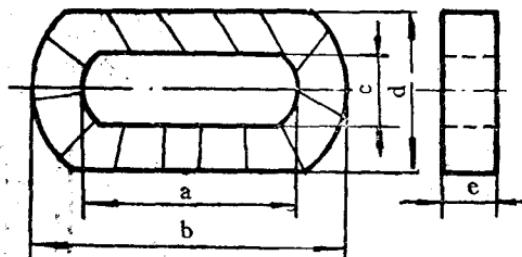

图 1—7
- ①对绕组的线径和匝数进行测量并做好记录。
- ②根据实际测量的导线，选择同样直径的导线在绕线机上进行绕制。绕制的匝数应同于测量的匝数，绕制要在自制的木型上进行。励磁绕组从机壳上拆下后，要对线包的长度 $b$ ，内孔长度 $a$ ，线包的宽度 $c$ ，内孔宽度 $e$ ，进行测量和纪录，并根据这些尺寸，制做木型和夹板。图1—7示出了励磁绕组线包外部各部分尺寸。
木型的尺寸分别与绕组的内孔长度 $a$ 和内孔宽度 $e$ 尺寸相同，如图1—8所示。制做木型的材料可以选用一般松木。